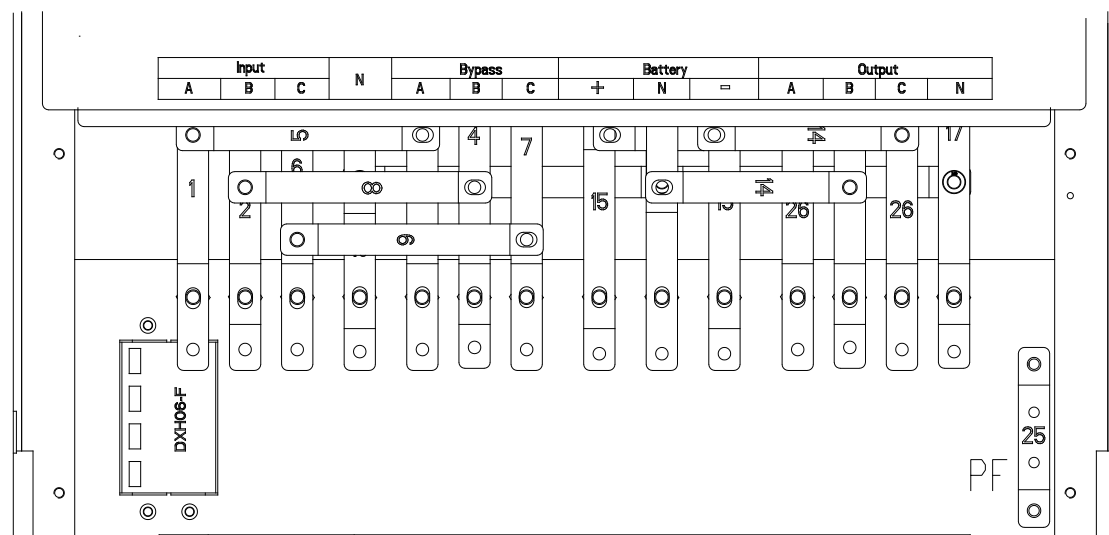

Рис.2-10 Клемная колодка
2. Снимите защитную крышку силовых клемм. Расположение клемм ввода, вывода, батарей и защитного проводника показано на Рис.2-10.